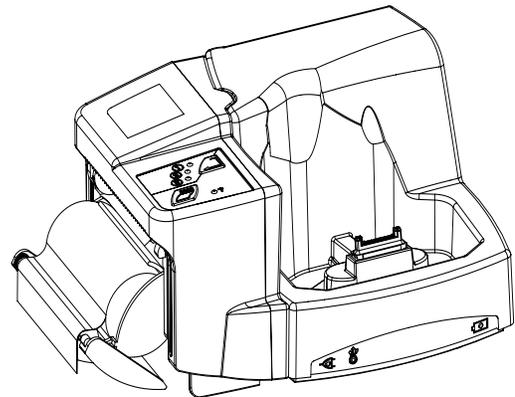

Abbildung 9-6C: Papierrolle in den Halter einlegen
4. Die Papierrolle so in den Halter einlegen, dass das Papier wie in Abbildung 9-6C dargestellt verläuft, d.h. das freie Ende hängt über die Oberseite der Rolle und die Gummiwalze.